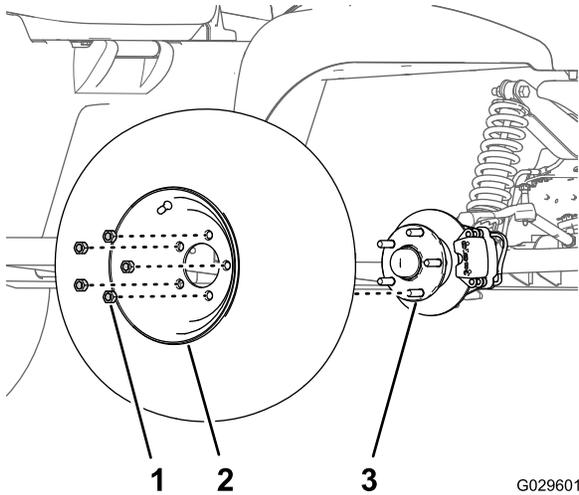

図 30
2. ホイールをハブに固定しているラグナット5個を外す 図 30。
- ホイールをハブに取りつける。空気バルブを外側に向けて取り付けること 図 30。
- ホイールをハブに固定し 図 30、ラグナットを 108122N・m 11.012.5kg.m = 8090ft-lb にトルク締めする。